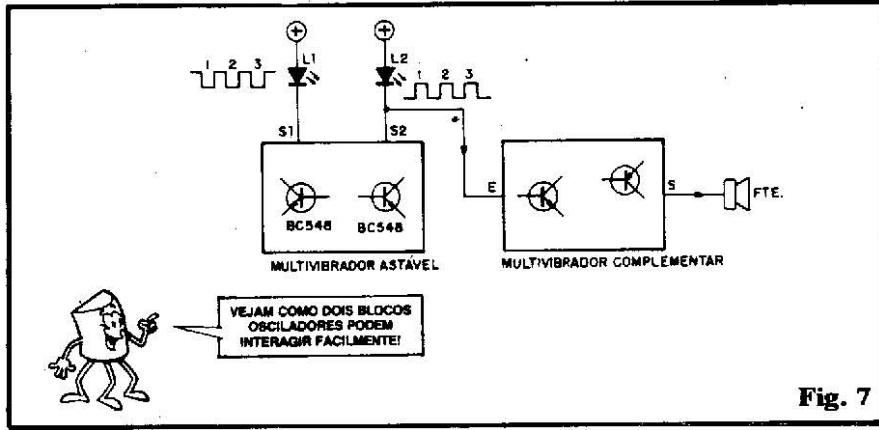

Fig. 7
- FIG. 7 - Diagrama de bloco do circuito do EFEITO CARRO DE BOMBEIROS (siga o texto observando também o "císquema" da fig. 1). No primeiro bloco (esquerda do diagrama) temos um oscilador no formato de MULTIVIBRADOR ASTÁVEL (ver a parte Teórica da presente "Aula"...), ou seja: uma verdadeira "gangorra" formada por dois amplificadores, cada um com um transistors, simetricamente acoplados Saída "dum" com Entrada "doutro" e vice-versa. A frequência (próxima de 1Hz, ou um ciclo por segundo...) é determinada pelos valores dos capacitores eletrolíticos e pelos resistores de polarização/temporização (22K). Acoplados aos coletores de ambos os transistors BC548, temos dois LEDs, cada um protegido pelo